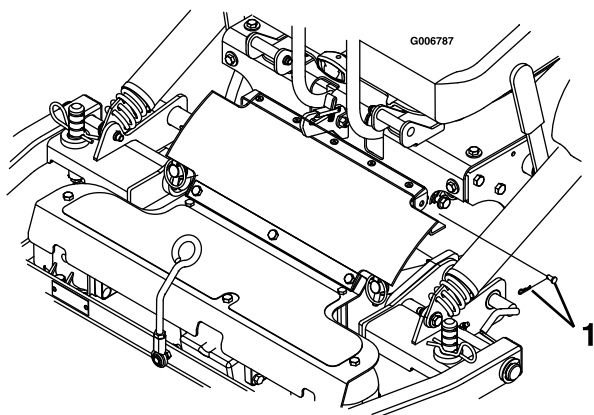

Figura 71
8. Retire el pasador de horquilla y la chaveta de ambos lados del protector de la TDF (Figura 71).
de horquilla y una chaveta en cada lado (Figura 71).